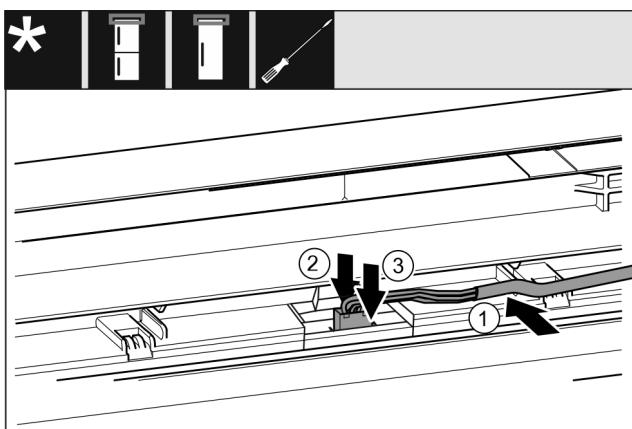

Fig. 32
- ▶ Umetnite sivi kabel u vodilicu u gornjim vratima. Fig. 32 (1)
- ▶ Uskočni ježićac pritisnite prema natrag Fig. 32 (2)
- ▶ Pustite da utikač uskoči. Fig. 32 (3)